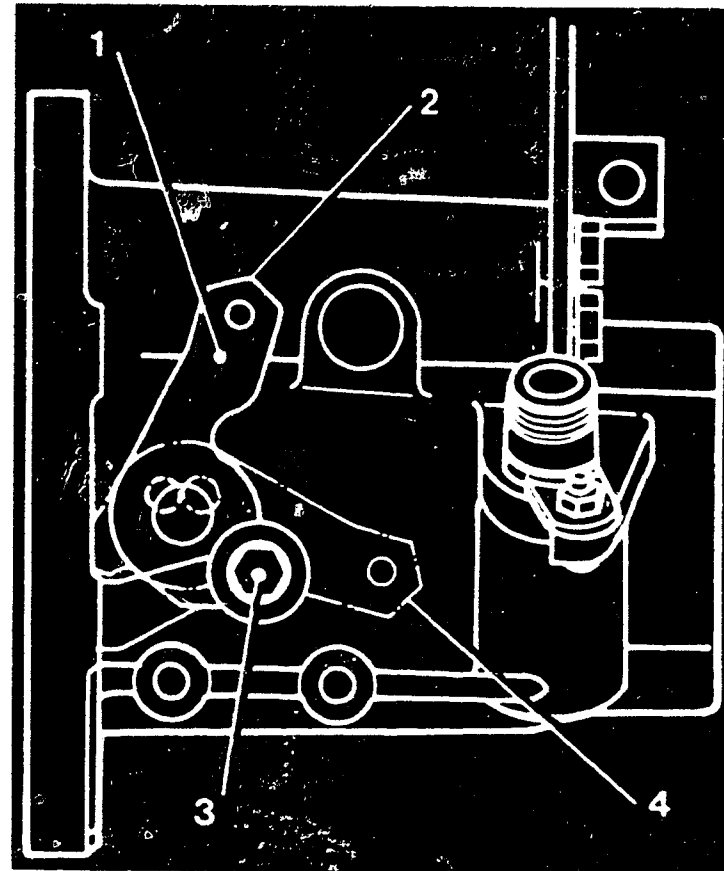

Bild 2 Lage des Umschalthebels (Sperre/Frei) am Transfergetriebe. 1 Umschalthebel – 2 Allrad-Sperreposition – 3 Sicherungsschraube – 4 Ausschaltstellung.
Um Prüfarbeiten an den Bremsen auf Rollenprüfständen und das Kontrollieren des Geschwindigkeitsmessers aber auch das Auswuchten der Räder am Fahrzeug zu vereinfachen, ist bei diesem Allradantrieb eine raffinierte Lösung vorgesehen, mit der der Mechaniker die Visco-Sperre ausschalten kann. Durch einen speziellen Hebel kann man das Visco-Kupplungsgehäuse aus der Verzahnung der äusseren Hohlwelle (4) herausziehen und die Sperre aufheben. Der Hebel (Bild 2) befindet sich auf der rechten Seite des Transfergetriebes und kann nach dem Lösen der Fixierschraube umgelegt werden. Die Schraube ist mit 12 ... 17 Nm zu si-